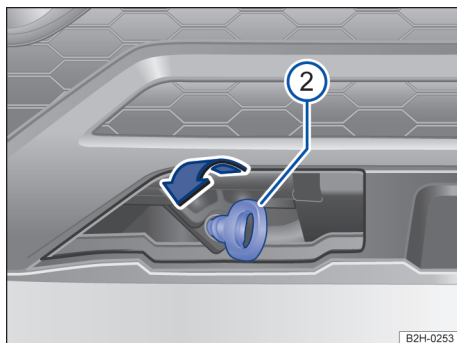

Fig. 166 No para-choque dianteiro à direita: rosquear a argola de reboque.
- Rosquear a argola de reboque tão firme quanto possível **no sentido anti-horário** no alojamento → Fig. 166 .